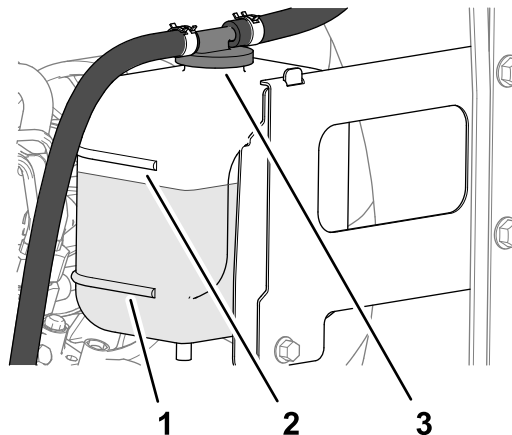

Figure 108
3. Vérifiez le niveau du liquide de refroidissement dans le vase d'expansion (Figure 108).